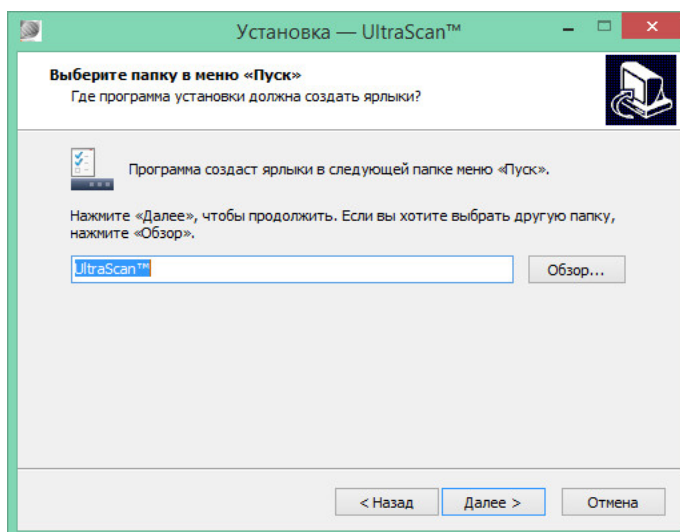

Рисунок 4
3.2.7 В следующем окне (рисунок 4) необходимо выбрать папку в меню «Пуск» ОС, в которой будет создан ярлык программы для быстрой загрузки, и следом кликнуть по кнопке «Далее».